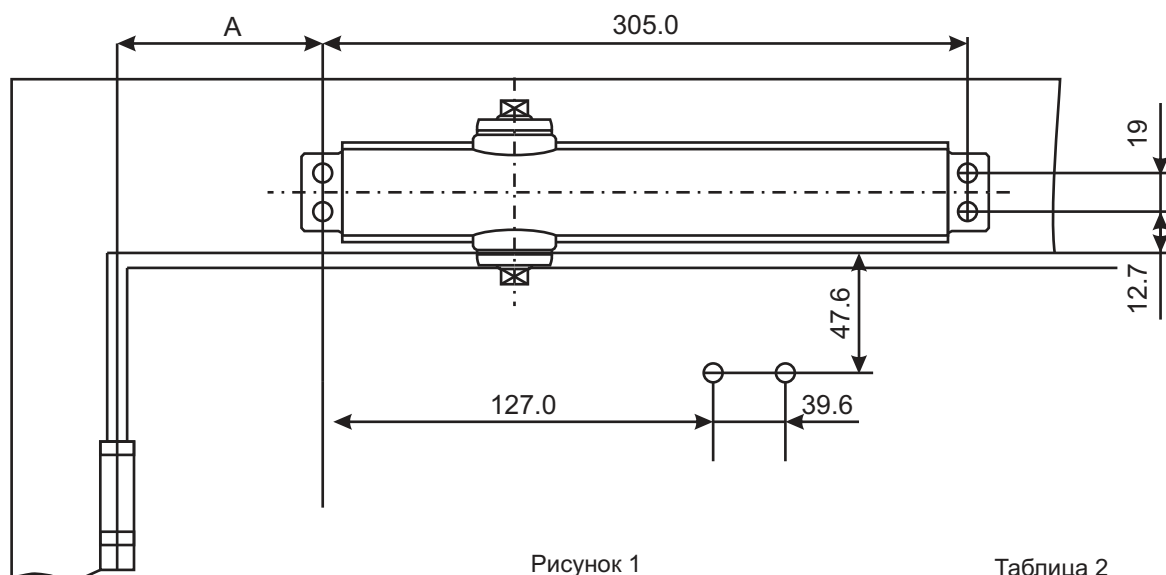

Рисунок 1
1. Выберите угол открывания двери. Используя рисунок 1 и таблицу 1, наметьте и просверлите крепежные отверстия для тела доводчика и кронштейна рычага.